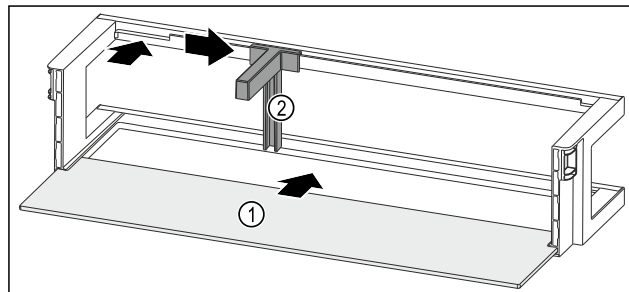

Fig. 53 Polica u vratima s policom za odlaganje
- ▶ Policu za odlaganje Fig. 53 (1) gurnite u bočne otvore.
- ▶ Držač za boce Fig. 53 (2) umetnite u otvor.
- ▶ Držač za boce Fig. 53 (2) pogurnite u željeni položaj na stranu.